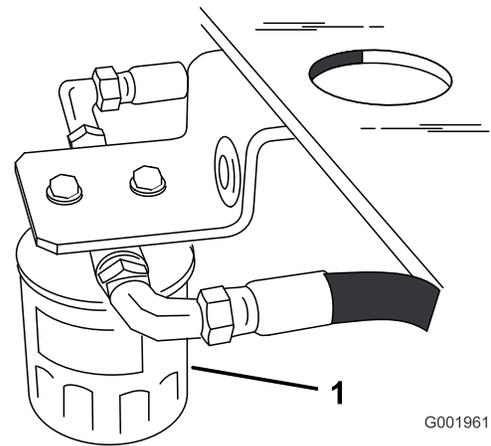

Figure 59
3. Localisez le filtre sous le réservoir de carburant et placez un bac de vidange sous le filtre (Figure 59).